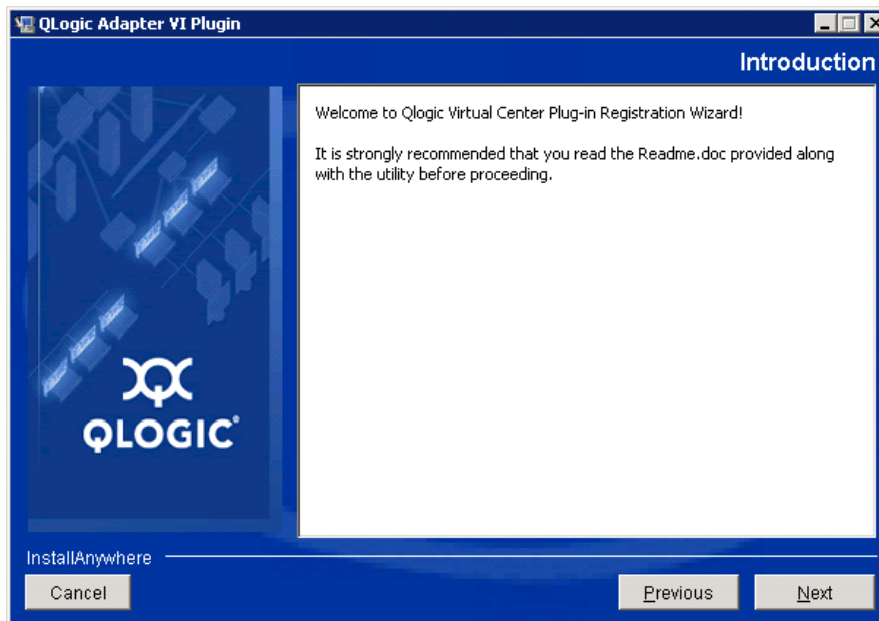

Abbildung 2-10. QLogic Adapter VI Plug-in Wizard: Introduction (Einführung)
3. Klicken Sie im Einführungsfenster des QLogic Adapter VI Plug-in Wizard (Abbildung 2-10) auf **Next** (Weiter).